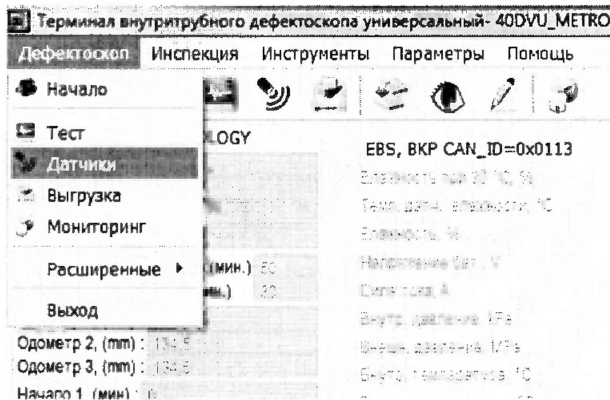

Рисунок 14 – Меню ПО
8.4.2.8 В меню «Дефектоскоп» выбрать «Датчики» (Рисунок 14).